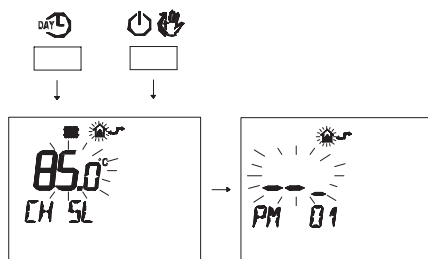

Figura 5.48
- Premere contemporaneamente i pulsanti  $\text{DAY}$  e  $\text{ON/OFF}$  per entrare nella programmazione trasparente (Figura 5.48).